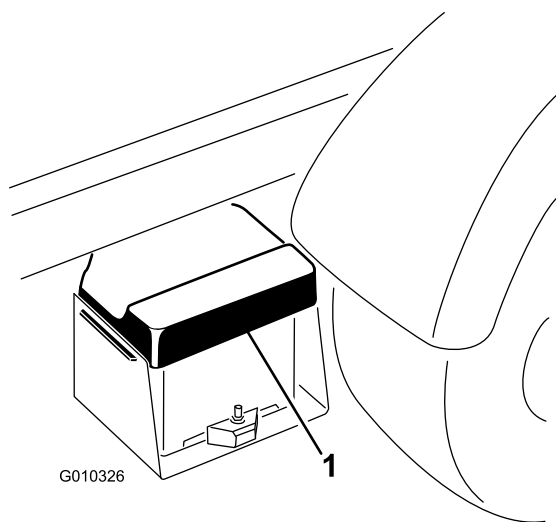

図 52
1. バッテリー・カバーを握り込んで、タブをバッテリー・ベースから外す。バッテリー・ベースからバッテリーを取り外す（図 52）。